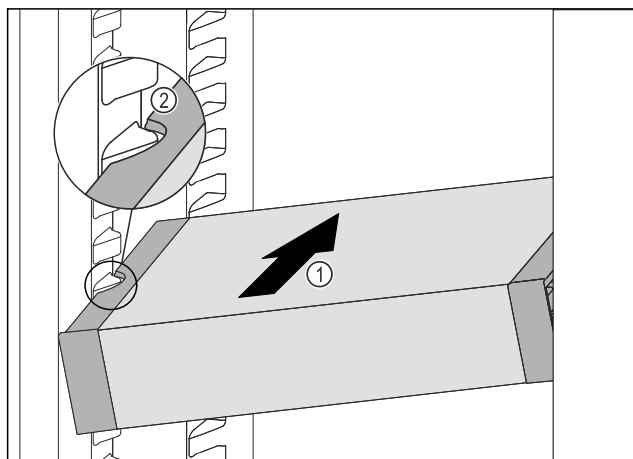

Fig. 107
- Inserire VarioSafe ad angolo nel vano frigorifero Fig. 107 (1), fino a quando le cavità laterali Fig. 107 (2) di VarioSafe non si trovano al livello della nervatura del contenitore nel vano frigorifero.